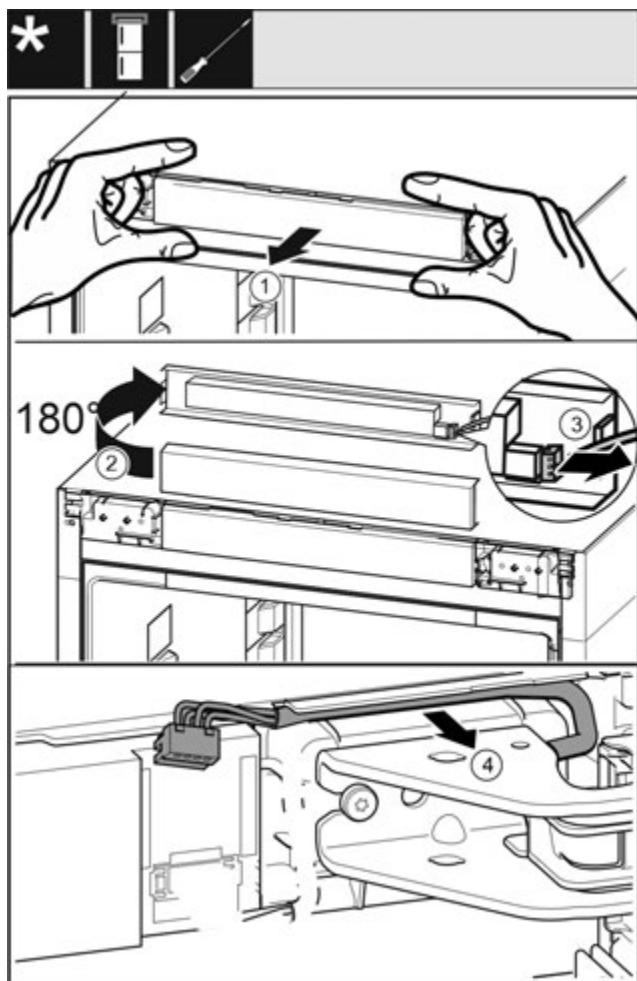

Fig. 19
- Обережно ослабити невелику панель керування пристрою вперед. Fig. 19 (1)
- Повернути невелику панель керування вгору на 180°. Fig. 19 (2)
- Притисніть фіксувальний виступ вниз та обережно витягніть штекер. Fig. 19 (3)
- Обережно від'єднайте кабель над опорним кронштейном від направляючої. Fig. 19 (4)